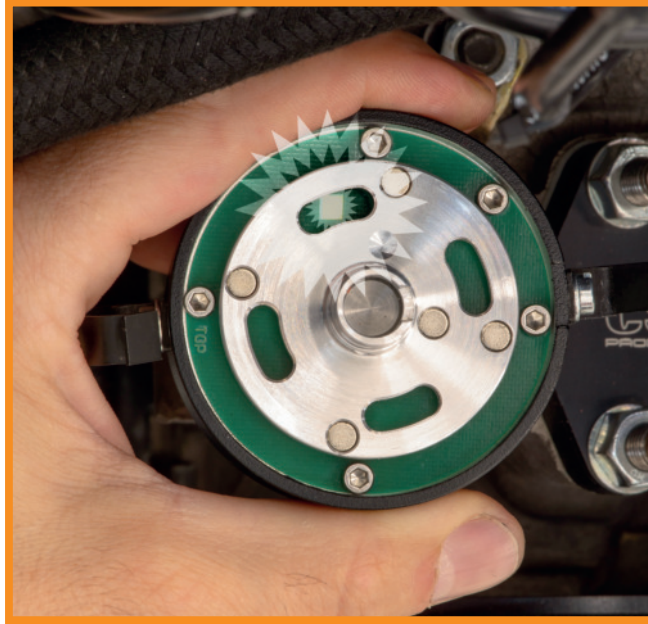

Fig. 4
- Connect the red wire to ignition plus (clamp 15 or marked with "+") on the coil. Turn the ignition on. If one of the LED shines through one of the four holes in the aluminium disc, rotate the distributor body (clockwise) until the LED turns off (Fig. 4). Now turn the distributor housing slowly anti-clockwise until the green LED just lights up. While turning the body, also press the rotor in the opposite direction to remove any free play in the drive-gear.
- Verbinden Sie das rote Kabel mit Zündungsplus, zu finden an der Klemme 15 (oder gekennzeichnet mit „+") der Zündspule. Schalten Sie nun die Zündung ein. Falls eine LED durch eines der vier Fenster in der Aluminiumscheibe leuchtet, drehen Sie das Gehäuse des Zündverteilers in Drehrichtung (im Uhrzeigersinn), bis die LED erlischt (Fig. 4). Drehen Sie nun das Gehäuse langsam entgegen des Uhrzeigersinns, bis die LED gerade anfängt zu leuchten. Während Sie